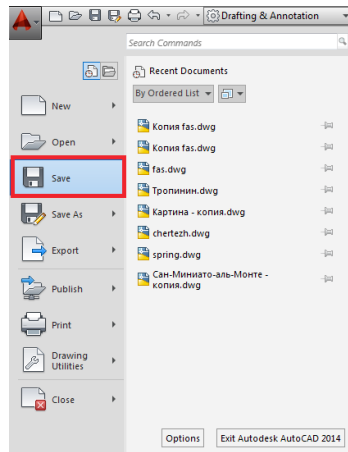

Рис. 7 Сохранение созданного чертежа
- Пункт **Save (Сохранить)** позволяет сохранить новый чертеж, предварительно выбрав его место расположения, или сохранить отредактированный чертеж (Рис. 7).